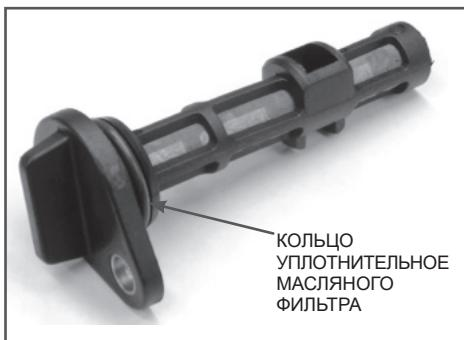

Рис. 21 Масляный фильтр
- Внимательно осмотрите масляный фильтр (Рис. 21). Обязательно проверьте фильтрующую сетку фильтра на наличие механических повреждений (сетка порвана, имеются отверстия). При наличии повреждений и невозможности очистить сильные загрязнения фильтр необходимо заменить.
При каждой очистке масляного фильтра обязательно менять уплотнительное кольцо масляного фильтра (Рис. 21). При установке кольца на корпус фильтра не допускайте его повреждений. После установки уплотнительного кольца на корпус масляного фильтра контролируйте правильность установки кольца, оно не должно быть перекрученено.